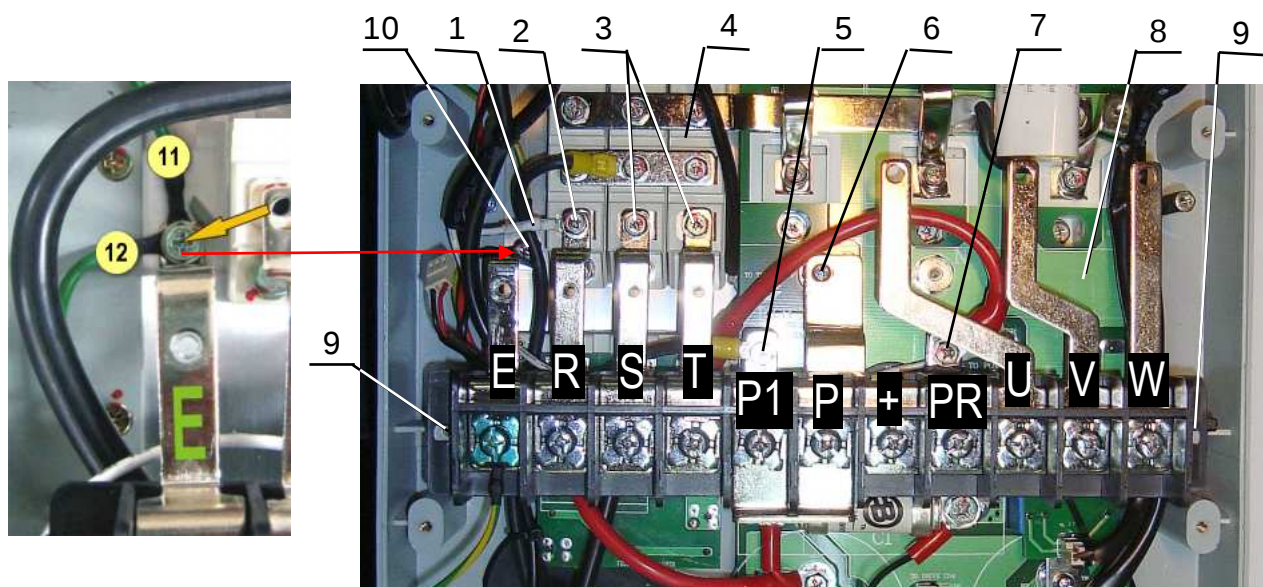

Рис. 6.11. Демонтаж клеммника
6.9.1. Выкрутить винт 2 (М5х12) крепления шины клеммной колодки R к диодно-тиристорному модулю 4 (рис.6.11). Снять наконечник провода предзаряда 1 (рис. 6.11). Положить винт в тару.
6.9.2. Выкрутить два винта 3 (М5х12) крепления шин клеммной колодки S и T к диодно-тиристорному модулю 4 (рис.6.11). Положить винты в тару.
6.9.3. Выкрутить винт 5 (М5х12) крепления наконечника провода реактора к шине клеммной колодки P1 (рис.6.11). Положить винт в тару.
6.9.4. Выкрутить винт 6 (М4х8) крепления шины клеммной колодки P к плате конденсаторов 8 (рис.6.11). Положить винт в тару.
6.9.6. Выкрутить винт 10 (М5х12) крепления шины E и наконечников проводов заземления 11 и 12 к радиатору (рис. 6.11). Положить винт в тару.